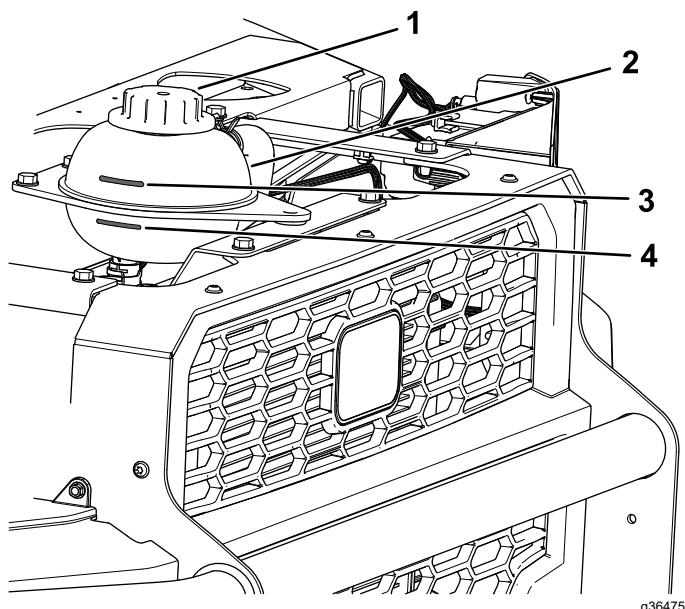

Bild 119
4. Prüfen Sie den Kühlmittelstand im Kühlmittelbehälter (Bild 119).